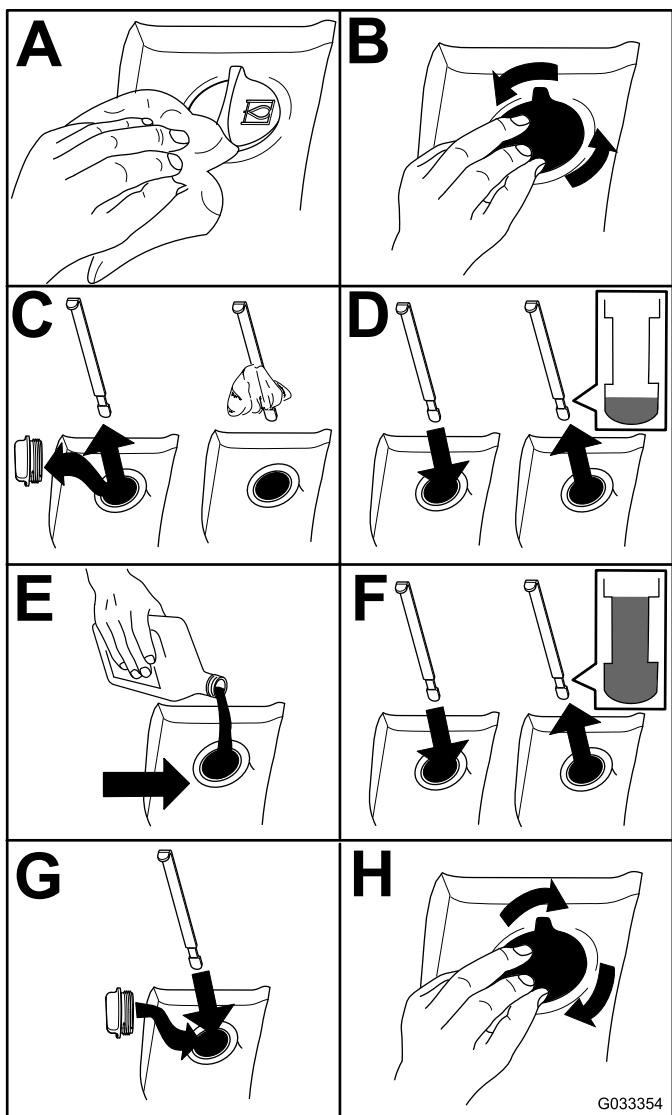

Figura 96
- Compruebe el nivel de fluido hidráulico (Figura 96).